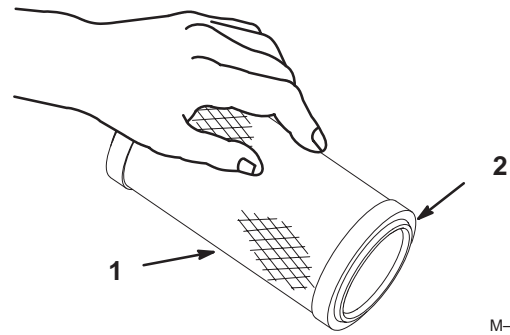

Figure 36
1. Tapotez doucement l'élément sur une surface plane pour faire tomber la poussière et la saleté (Fig. 36).